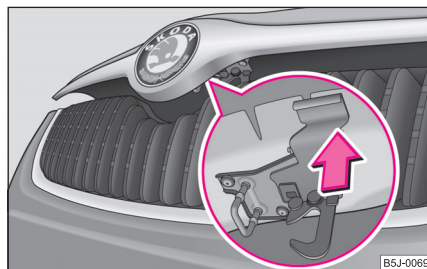

Abb. 168 Kühlergrill: Sicherung
- Drücken Sie die Sicherung ⇒ Abb. 168, die Motorraumklappe entriegelt sich. ▶